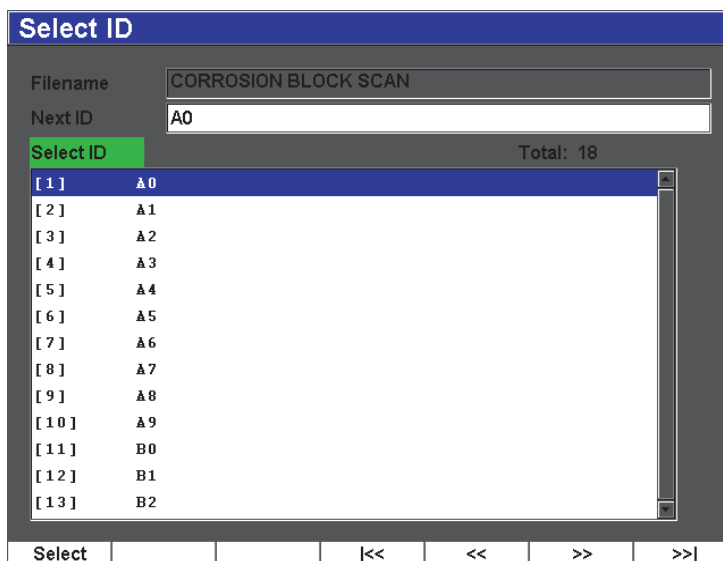

Рис. 11-11 Меню Select ID (Выбрать ИД)
- Чтобы выбрать ИД из списка всех имеющихся идентификаторов в открытом файле, выберите **File > Select ID** [Файл > Выбрать ИД] (см. Рис. 11-11 на стр. 221).